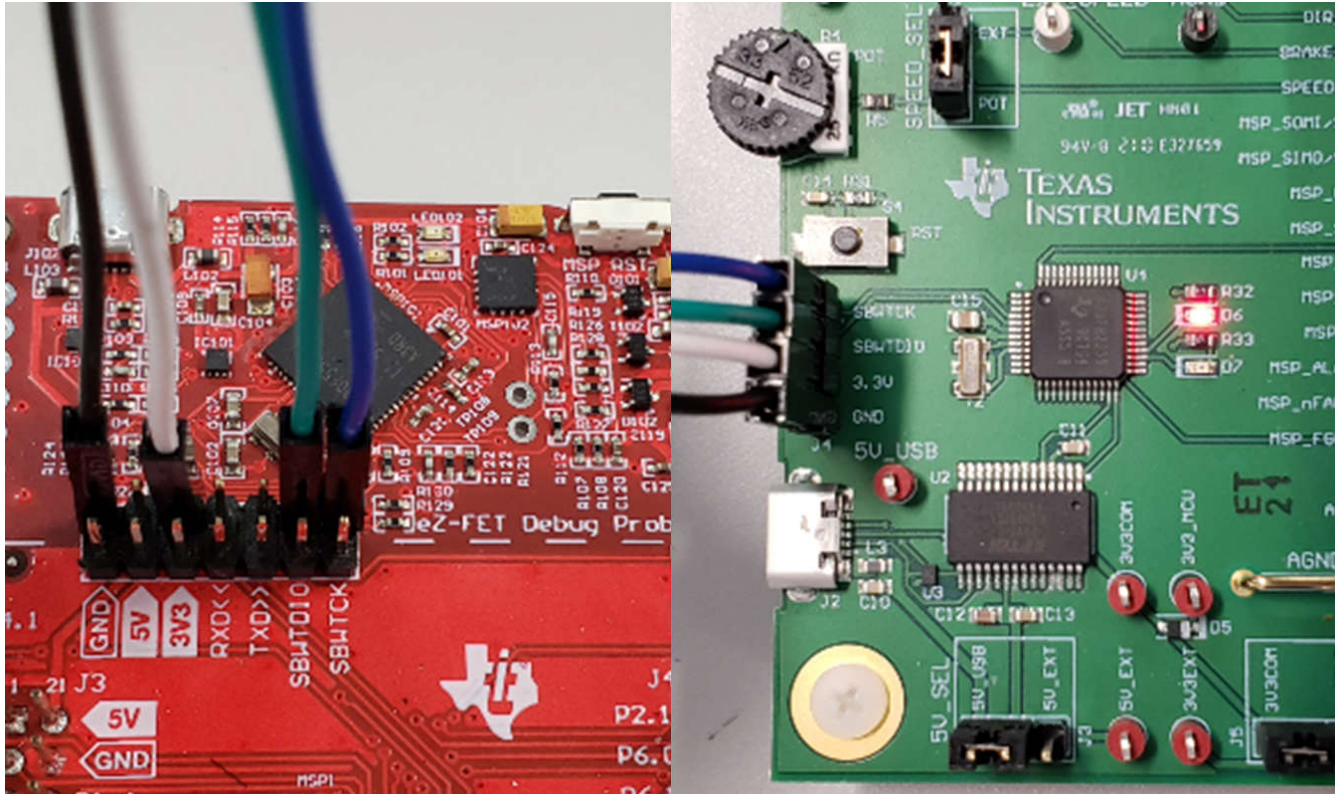

图 3-4. MSP430 LaunchPad™ eZ-FET 探针连接到 MCT8315ZEVMM
2. 将 GND、3V3、SBWTDIO 和 SBWTCK 信号 LaunchPad eZ-FET 侧的顶部引脚连接到 MCT8315ZEVMM 的 J4 上的各自引脚，如表 3-1 和图 3-4 所示。